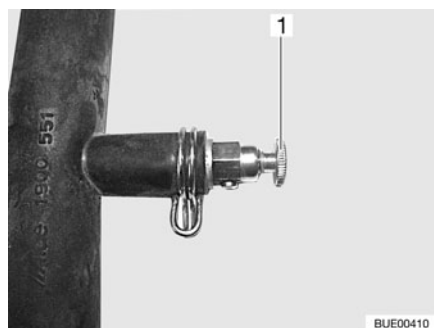

Fig. 161 Soupape de purge pour le chauffage à eau chaude
- Ouvrir la soupape de purge (Fig. 161,1) et la laisser ouverte, jusqu'à ce l'air soit complètement évacué du circuit.